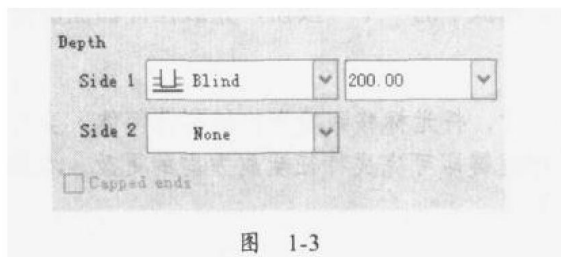

图 1-3
- ✦ **Options**: 单击该按钮, 显示如图 1-3 所示的面板。面板中的 Side1、Side2 栏, 供用户选择特征拉伸的方式, 并显示当前的拉伸尺寸, 用户在此可直接更改拉伸尺寸。